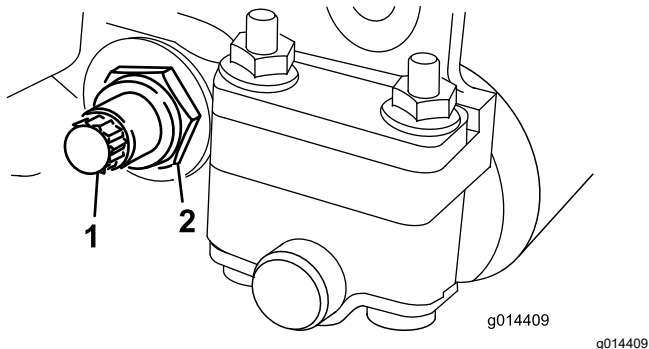

Figura 18
- Desaperte a porca de bloqueio que segura a cavilha da barra de apoio, em cada um dos lados da máquina (Figura 18).
- Remova cada um dos parafusos da barra de apoio, de modo a puxá-la e retirá-la da unidade de corte (Figura 18).